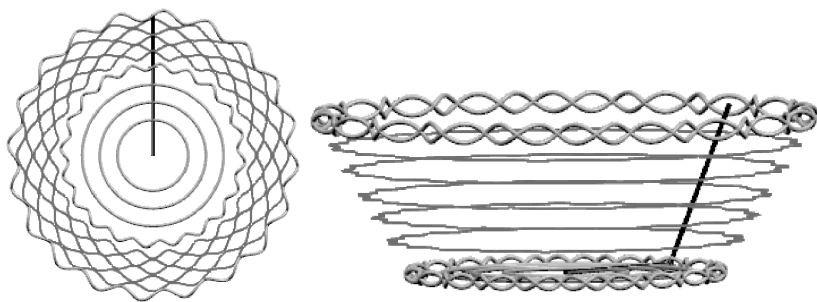

图 5-118 完成其余规律曲线的创建
- 19 继续完成其余的规律曲线的创建，结果如图 5-118 所示。